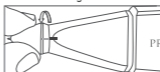

Fig. 2b
2. Para insertar una nueva punta de sonda, coloque la Guía 1 como se muestra en la Fig. 2a, deslícela y gírela en el sentido de las agujas del reloj para alinear la Guía 2 con la guía marcada en el cuerpo principal, para fijarla tal y como se muestra en la Fig. 2b